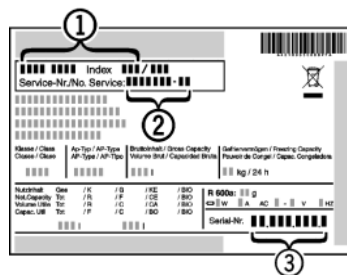

Fig. 18
- ▶ Označení přístroje Fig. 18 (1), servisní číslo Fig. 18 (2) a sériové číslo Fig. 18 (3) naleznete na typovém štítku. Identifikační typový štítek je umístěn na levé vnitřní stěně přístroje.
- ▶ Informujte zákaznický servis a sdělte poruchu, označení přístroje Fig. 18 (1), servisní číslo Fig. 18 (2) a sériové číslo Fig. 18 (3).